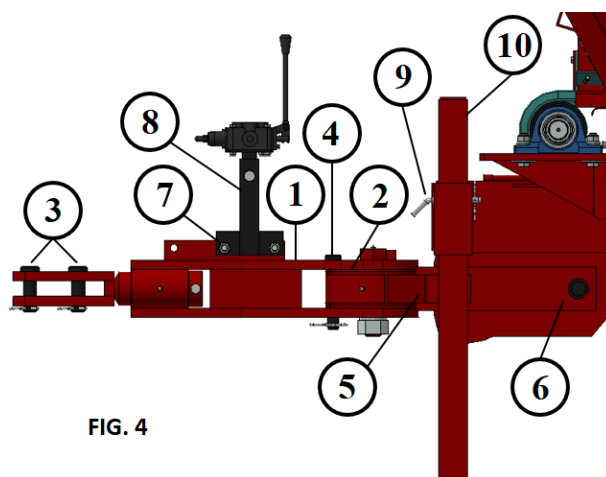

FIG. 4
Una vez enganchada la maquina (utilizando los Bulones (3), EN ENGANCHE STANDARD, Fig. 4) comprobamos que la situación de la Lanza (1) en su enclavamiento con el Bulón (5) permite el ángulo de incidencia adecuado para la penetración al suelo del elemento Localizador. Si se precisa corregir dicho ángulo, posicionar la Lanza (1) con el Bulón (5), mas alto o más bajo si se quiere aumentar o disminuir dicho ángulo de incidencia. Si se utiliza en la posición de Enganche articulado, hay que suprimir el Bulón (4), para que la articulación de la Lanza se realice en el Nudo (2). En esta posición, se consigue que las ruedas de la Maquina pisen prácticamente por donde lo han hecho las del tractor consiguiendo así una óptima maniobrabilidad y mínimo radio de giro. Es muy importante mantener siempre ajustados (sin holguras) los Bulones que componen el conjunto del enganche para evitar la inestabilidad lateral en el momento de las maniobras y los "bandazos" al circular.
Si el terreno en el que se esta trabajando es muy accidentado y por tanto existe peligro de vuelco especialmente en las maniobras, se recomienda suprimir la posición de Enganche articulado desalojando uno de los Bulones (3) y colocando en su alojamiento el Bulón (4). En esta forma se necesita mas espacio para las maniobras pero se reduce considerablemente el riesgo de vuelco especialmente en los modelos de maquina mas pequeños. En las Maquinas equipadas con Enganche Rápido Integral, solo es posible su utilización en modo articulado. Posicionar el Soporte de Mandos (8) mediante los tornillos (7) convenientemente al alcance de la mano del tractorista para su cómodo manejo cuidando dejar el espacio correspondiente para que al elevar la máquina, estos no tropiecen con ninguna parte de la trasera del tractor.	 FIG. 4